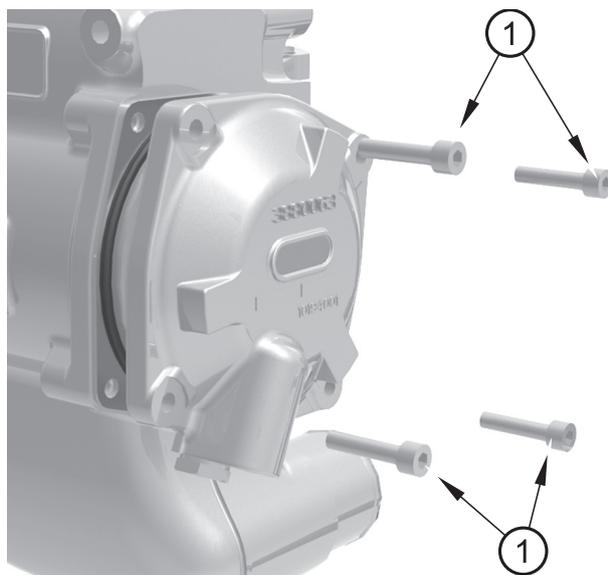

Abbildung 18
7. Lösen Sie die Schrauben (Abbildung 18, Nummer 1) und entfernen Sie die Endkappe.